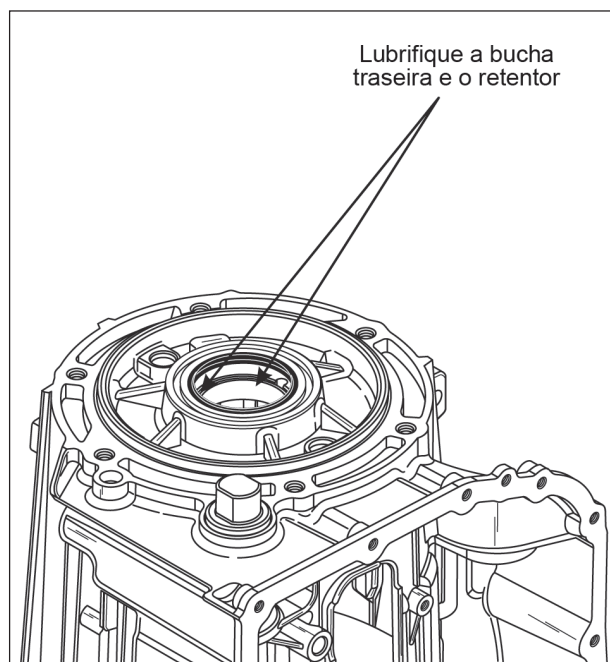

Figura 153
1. Gire a carcaça da transmissão no dispositivo de maneira que a parte traseira da carcaça pré montada esteja voltada para cima, conforme mostra a figura 153.
2. Lubrifique a bucha da carcaça traseira e o retentor traseiro em seus diâmetros internos com uma pequena quantidade de vaselina neutra, conforme mostra a figura 153.